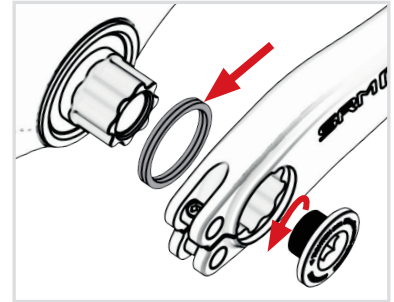

FIG. 2
- Auf die Gewindgänge der Achsschraube leichte Schraubensicherung (violett) auftragen und mit einem 10mm Inbus leicht anziehen (Fig. 2).